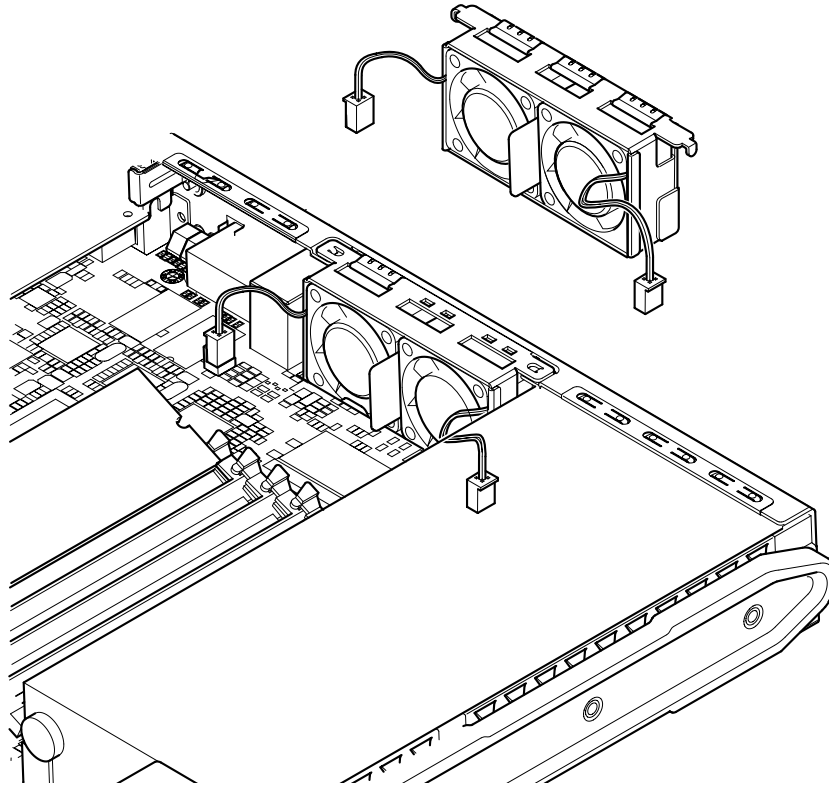

图 11-10 装回后风扇组件（风扇 1 和 2）
2. 打开服务器并放到接地的 ESD 垫上，并戴上正确接地的防静电腕带，从系统板断开旧组件的电源电缆（请参见图 11-10）。
5. 将风扇电缆连接到系统板（请参见图 11-10）。